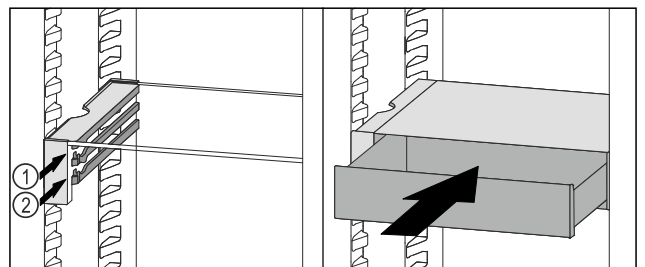

Fig. 63
- ▶ VarioSafe-Schubfach hinter den Stoppere auf gewünschter Rippe Fig. 63 (1) oder Fig. 63 (2) aufsetzen.